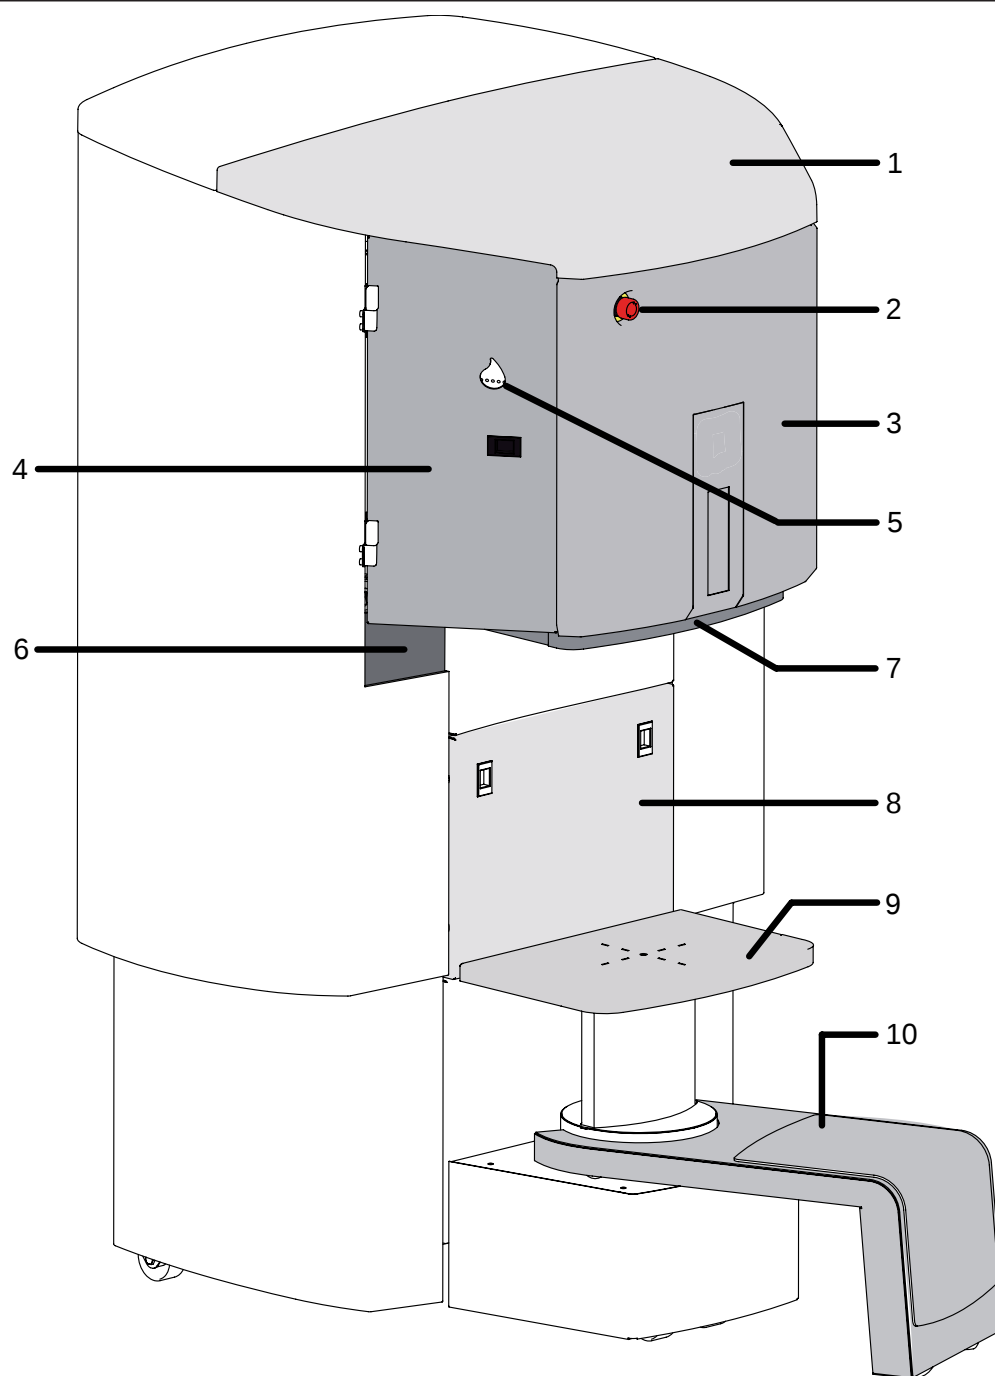

imagen 3-1
- Desbloquee el interruptor de detención de emergencia véase: resumen del dispensador n.º 2 (imagen 3-1) y el dispensador arrancará automáticamente.
El receptáculo para líquido de la opción de cepillado fácil debe volver a llenarse periódicamente. Cuando vea una luz que titila (véase fig. 3-1 n.º 5), significa que el receptáculo está casi vacío. Llene el tanque con un máximo de 2 litros de fluido limpiador.